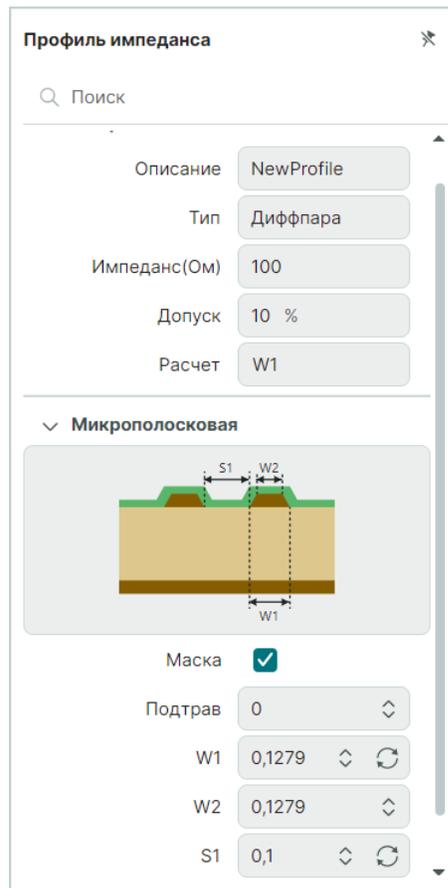

Рис. 60 Настройки профиля импеданса
3. Внесите необходимые настройки в поля панели «Профиль импеданса» (Рис. 60):